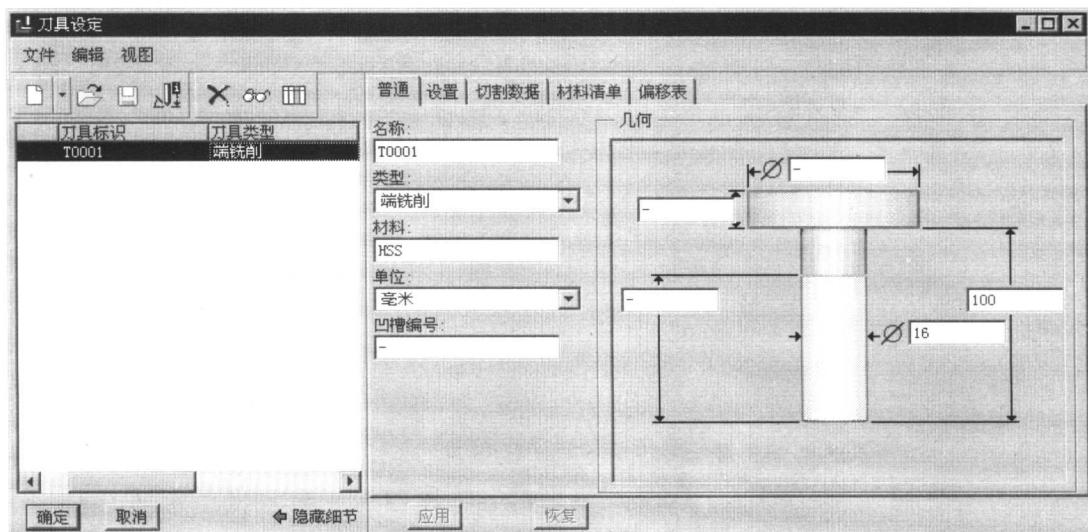

图 1.1.6 “刀具设定”对话框
Step4. 在弹出的“刀具设定”对话框中设置刀具参数，完成设置后的效果如图 1.1.6 所示。设置完毕后，在“刀具设定”对话框中单击 **应用** 按钮，然后单击 **确定** 按钮完成刀具设置。在“机床设置”对话框中单击 **确定** 按钮，返回到“操作设置”对话框。